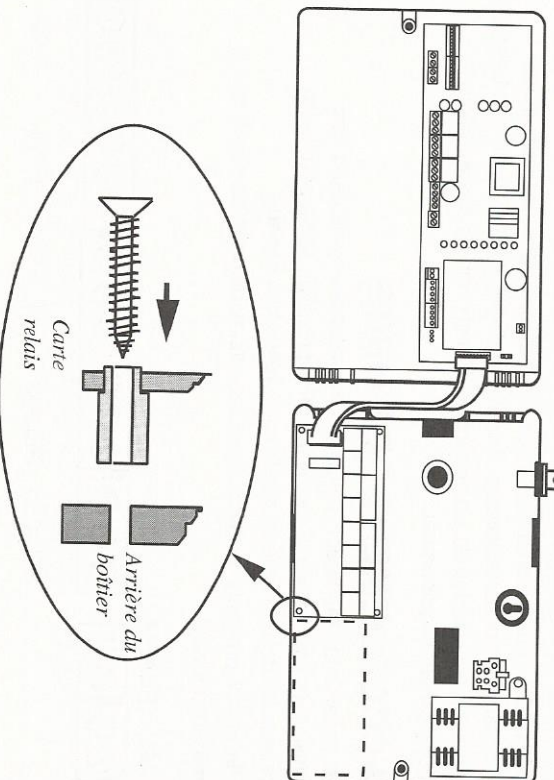

Figure 4.3 Repérage de la carte relais
- Maintenir la carte relais en place dans la partie arrière du boîtier (voir la figure 4.3). Les relais doivent être placés en haut, et le connecteur du câble ruban sur la gauche. Les quatre vis doivent être placées de manière à correspondre aux quatre préperçages prévus dans le boîtier.
f) Raccorder le câble ruban de la carte relais au connecteur figurant sur le bord droit du circuit imprimé principal (voir la figure 4.3). Noter que le câble ruban présente une courbure unique. La bande colorée doit être placée vers le haut de la carte relais, et vers le bas du circuit imprimé principal.